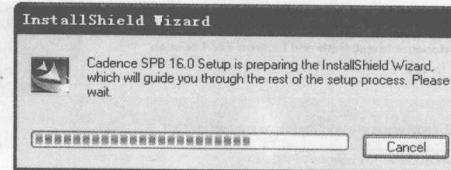

图1-5 安装向导窗口
(1) 系统会自动运行 Setup.exe, 或打开光盘, 手动双击 Setup.exe 文件, 出现如图 1-5 所示的【安装向导】窗口。